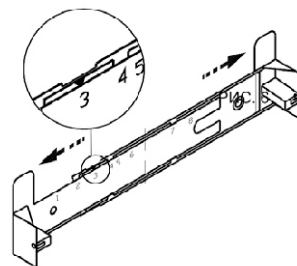

рис. 7
#### 6.5 Крепление кронштейна к стене (рис. 7, 8).
- прежде чем прикрепить кронштейн к стене, необходимо выставить его на нужный размер (равный ширине верхней фальштрубы) рис.7, для этого увеличьте размер кронштейна (если это необходимо) и установите фиксатор напротив цифры соответствующей Вашей вытяжке (см. графа N, табл.4 )